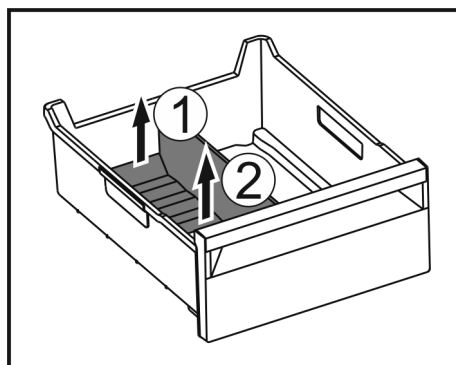

Fig. 153
- ▶ Tõstke jääkambrieraldaja tagumine osa üles. Fig. 153 (1)
- ▶ Võtke jääkambrieraldaja ülespoole välja. Fig. 153 (2)